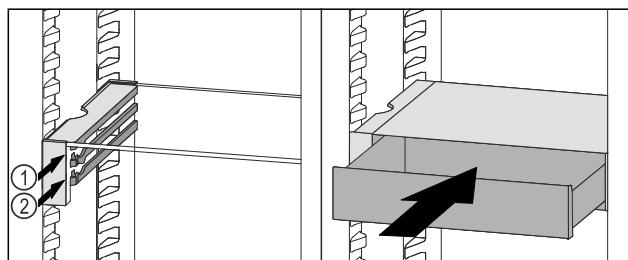

Fig. 101
- VarioSafe-Schubfach hinter den Stopfern auf gewünschter Rippe Fig. 101 (1) oder Fig. 101 (2) aufsetzen.